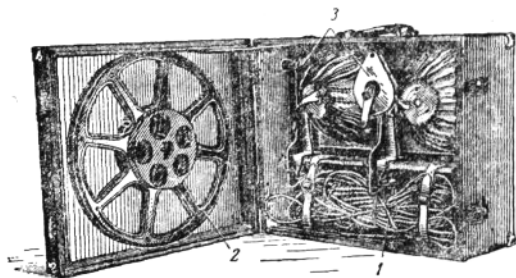

图2 扬声器箱打开后的情况
3. 扬声器箱 如图2所示，机箱内由横板分成上下两个部分。上面有用螺丝固定在机箱面板上的纸盆扬声器2只，外面用黑布罩住，以防灰尘杂物侵入。下面有带插头的扬声器导线1根(图中1)。横板上还夹有16毫米倒片机1副(图中3)，机箱盖上挂着大小片盘各1只(图中2)。